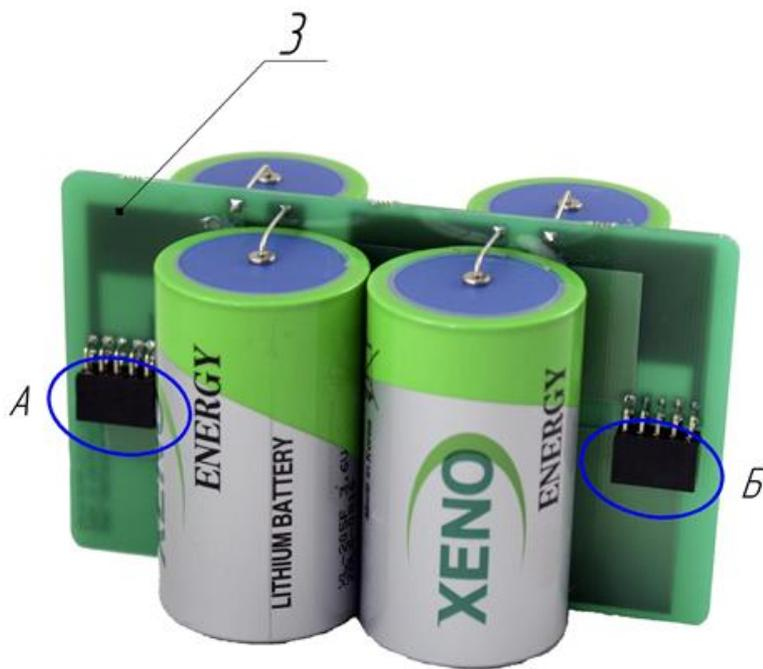

Рисунок 4.3
3) Установить новый батарейный блок – 3 в пазы – 4, разъем А – А, разъем Б – Б до упора (см. Рисунок 4.3).